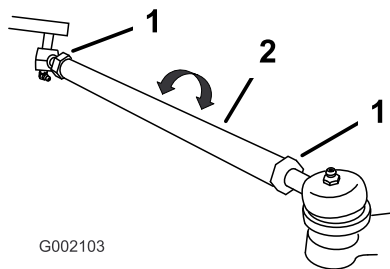

Bild 54
7. Wenn der Wert nicht zwischen 0-6 mm liegt, lösen Sie die Klemmmuttern an beiden Enden der Spurstange (Bild 54).